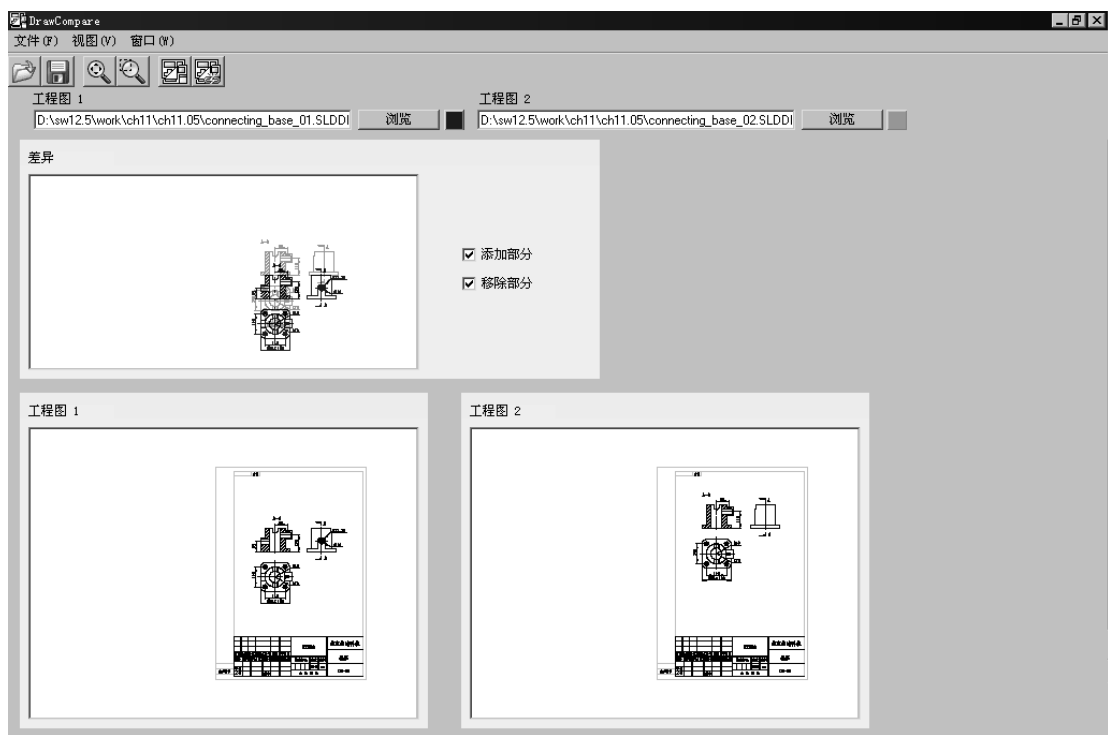

图 11.1.2 比较工程图
Step4. 比较工程图。在对话框上部的按钮区中单击  按钮，此时在图 11.1.2 所示的 **差异** 区域中显示两个相叠加的工程图，在 **工程图 1** 和 **工程图 2** 区域中分别显示两个相比较的工程图。